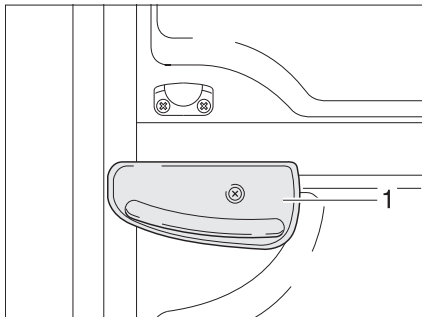

Fig. 23 Levier de verrouillage sur la partie inférieure de la porte
- Verrouiller la partie inférieure de la porte. Tourner le levier de verrouillage (Fig. 23,1) d'un quart de tour dans le sens des aiguilles d'une montre.